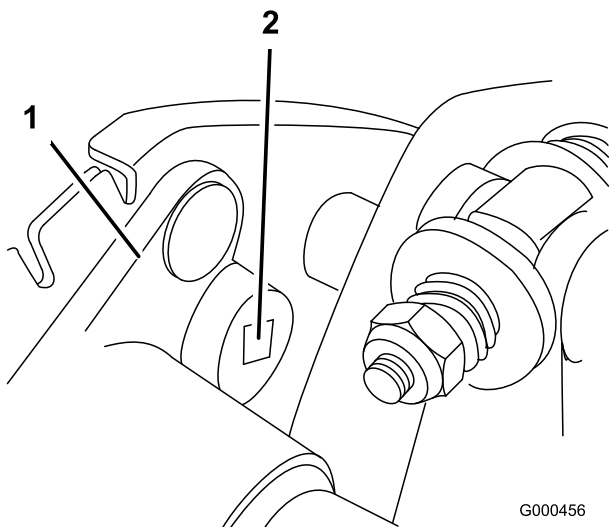

Figure 33
- B. À l'aide d'une clé dynamométrique de 3/8", tournez le logement de roulement avec un couple de 4-4,5 Nm pour obtenir la tension voulue (Figure 33)